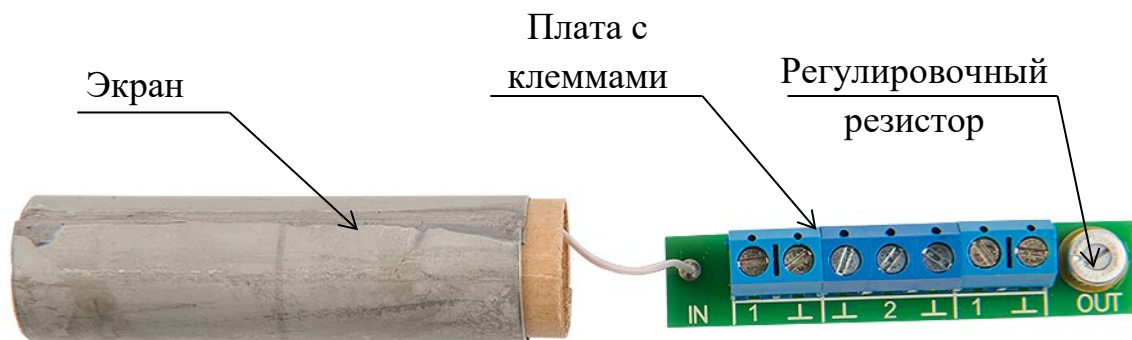

Рисунок 8.15
– отсоединить гермовводы каждого РЧС-Т, вынуть экраны с платой (рисунок 8.15), выдвинуть платы из экрана для обеспечения доступа к регулировочному резистору;
– установить регулировочный резистор (рисунок 8.15) каждого РЧС-Т в